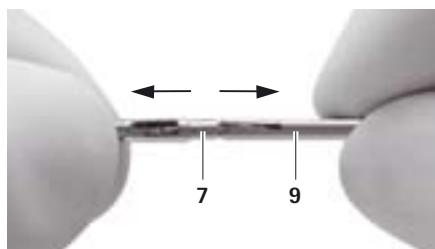

Fig. 4
- Retirar o tubo interno 9 do acessório instrumental 7, ver Fig. 4.